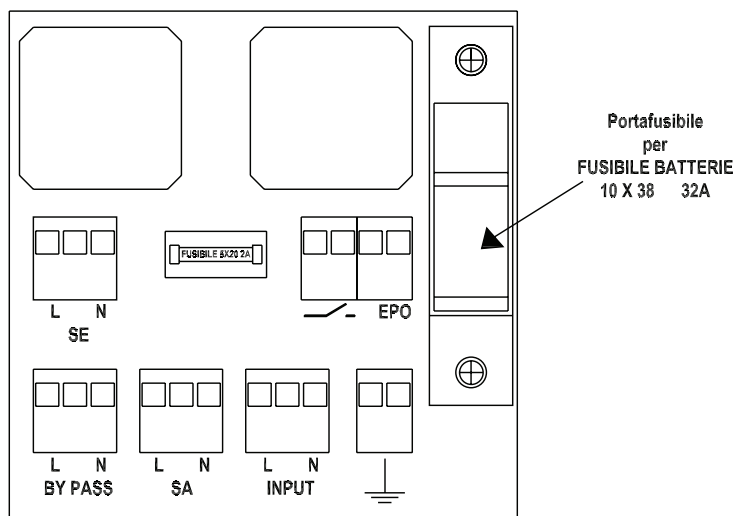

Fig.7
- Inserire il fusibile batterie (fornito di serie) nell'apposito alloggiamento (portafusibile indicato in Fig.7).